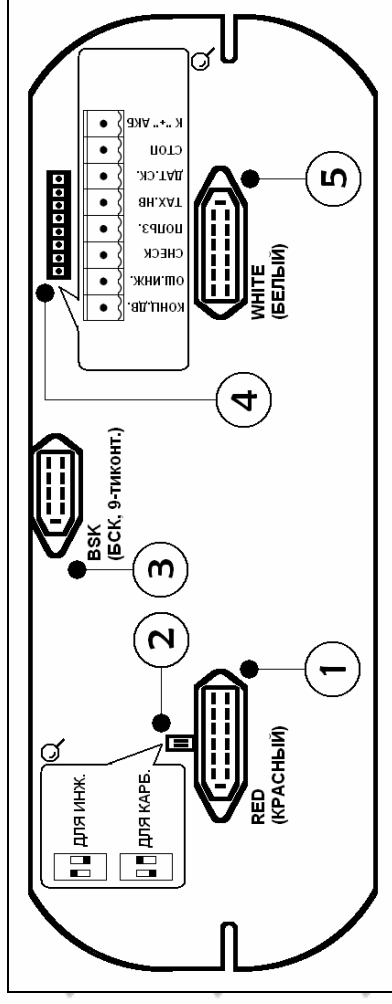

Рисунок 3
6.2 Комбинация приборов монтируется в предусмотренной для нее нише, для этого предусмотренны 2 крепежных выреза с запасом по горизонтальному позиционированию. Крепление осуществляется с помощью штатных саморезов и прокладки входящей в комплект поставки. Дополнительная клеммная колодка для подключения к внешним цепям находится на тыльной стороне комбинации приборов. Сечение жил подключаемых проводов не должно превышать 2 мм. Для подключения остальных цепей используются ножевые контактные колодки, позволяющие подключить штатные разъемы приборной панели (красный, белый и БСК). Схема расположения выводов комбинации приборов представлена на рис.3.
6.3 Подключить комбинацию приборов в соответствии с рис.3. Все работы проводить при снятой с аккумулятора клеммы «-/масса». Комбинация приборов оснащена пассивной защитой от переплюсовки по питанию и подаче повышенного напряжения по входам подключения датчика скорости, катушки зажигания, резерва топлива и непристегнутых ремней безопасности.